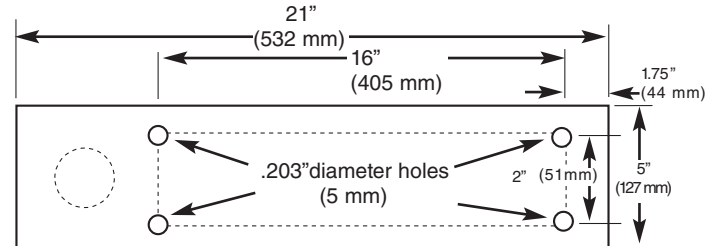

Figura 2: Dimensiones de montaje
3. Asegure firmemente el calefactor a la pared con tornillos o pernos a través de los cuatro (4) agujeros pre-perforados situados en la parte posterior del calefactor (figura 2).